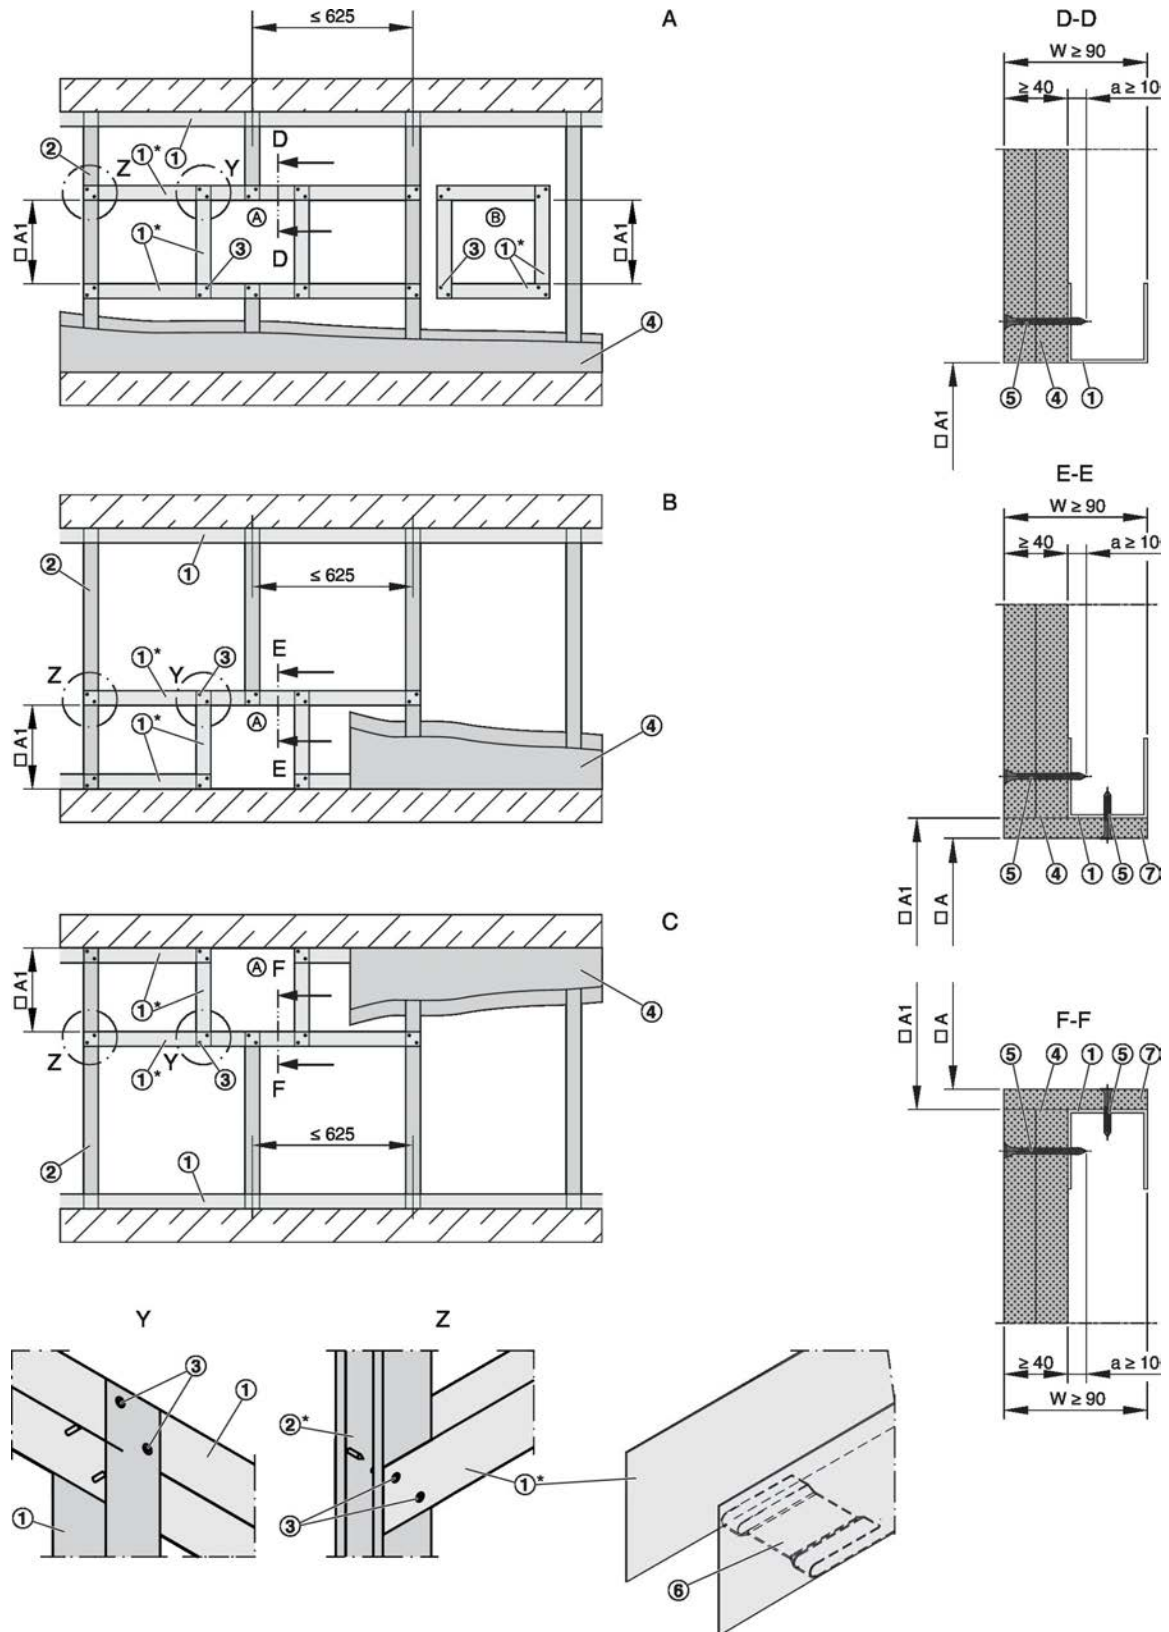

Fig. 54: Murs à gaine avec structure portante métallique et habillage d'un côté
- Monter le mur à gaine conformément aux instructions du fabricant et créer une ouverture, Voir la Fig. 54